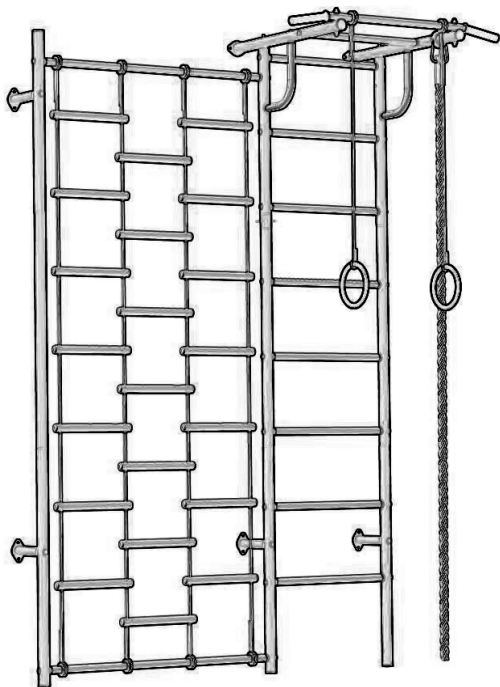

Рис. 1 – ДСК-6.с ПВХ «РОКИ-С»
3.1. КОМПЛЕКС представляет собой сборно-разборную каркасную конструкцию из металлических труб, закрепленную анкерными болтами в стену (Рис. 1.) Основными составными элементами КОМПЛЕКСА являются вертикальная «шведская лестница» и горизонтальная неподвижная верхняя рама.